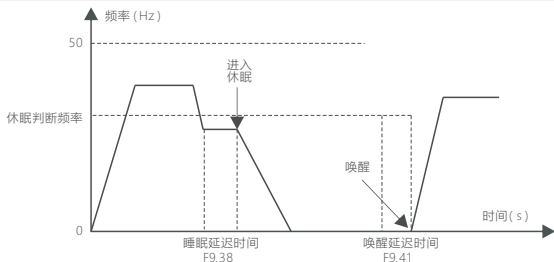

图 41 休眠模式3过程示意图
(3) 当F9.36为2时：进入睡眠状态后，变频器减速到0Hz停机，如图41所示：